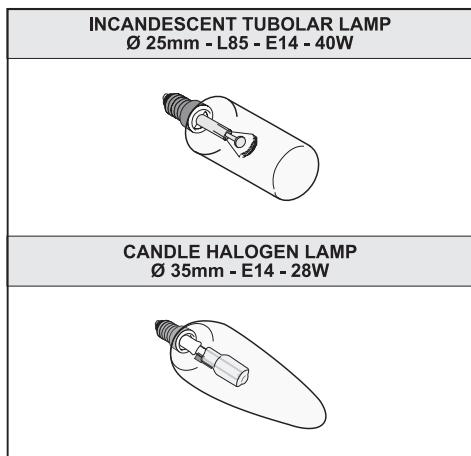

Fig.8
- **Sostituzione delle lampade a incandescenza/alogene (Fig.8):**